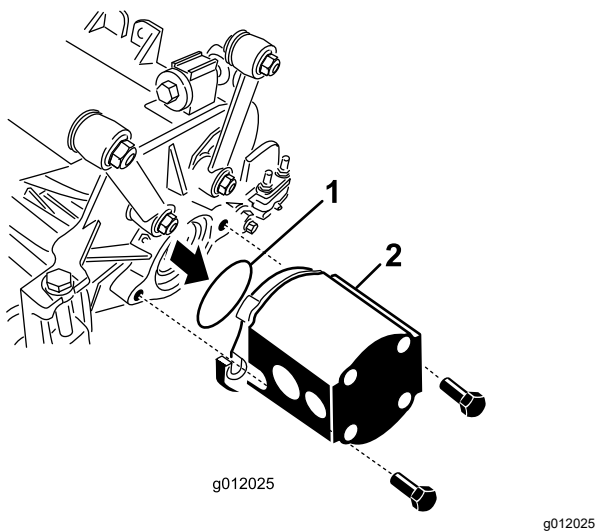

Bild 25
5. Setzen Sie den O-Ring (mit dem Mähwerk geliefert) am Flansch des Antriebsmotors ein (Bild 25).
6. Montieren Sie den Motor am Antriebsende des Mähwerks und befestigen Sie ihn mit den zwei Kopfschrauben, die dem Mähwerk beiliegen (Bild 25).